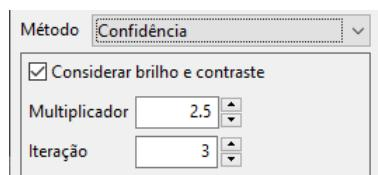

Figura 6.29: Ajuste de faixa de valores do método limiar.
- **Confidênciа:** O método (figura 6.29)